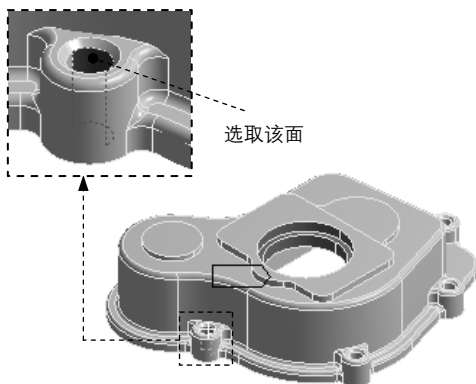
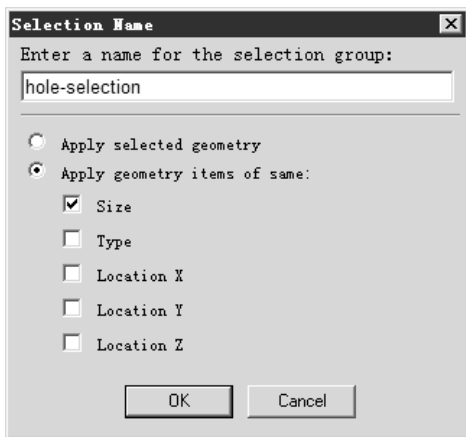

图 2.6.12 选取曲面 (二)
图 2.6.13 “Selection Name”对话框
(1) 选择命令。在图形区选中图 2.6.12 所示的曲面对象右击，在弹出的快捷菜单中选择 **Create Named Selection** 命令，弹出图 2.6.13 所示的“Selection Name”对话框。
(2) 在“Selection Name”对话框输入名称 hole-selection，选中 ☒ Apply geometry items of same: 单选项和 ☒ Size 复选框，单击 **OK** 按钮。